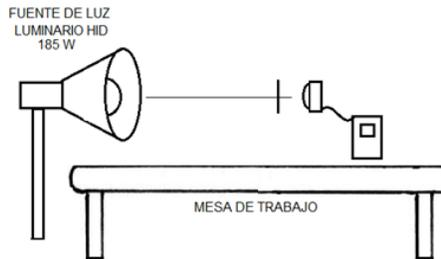

Figura 6. Luminario de 400 W HID
7.- Coloque la fuente de luz (Luminario HID de 400 W) sobre la mesa de trabajo como muestra la figura 6. La tensión de alimentación del luminario es 220 V. Con ayuda de la cinta métrica mida la iluminación local a 1 m de distancia de la fuente de luz sobre la mesa. Anote el resultado: